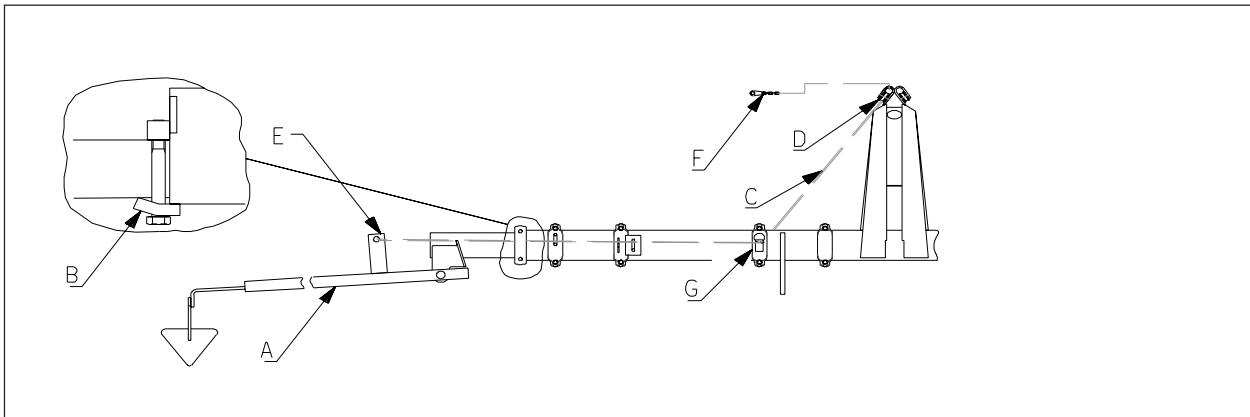

Fig. 29
Montieren Sie die Anzeiger (Abb. 29/A) am Ende des Rahmenrohres der Maschine. Befestigung mit Klammer (B) (Ring für die Kettenführung an der Vorderseite). Führen Sie die Hubketten (C) von vorn durch die Rolle (D) am Kopf des Turmes über die Klammer (G) zum Befestigungspunkt (E) an der Anzeigestange. Das andere Ende (F) (mit Platte) wird unter der Oberlenkerbefestigung am Schlepper befestigt. Die Länge der Kette anpassen, so daß die Anzeiger genug anheben, wenn die Maschine mit der Hydraulik angehoben wird.